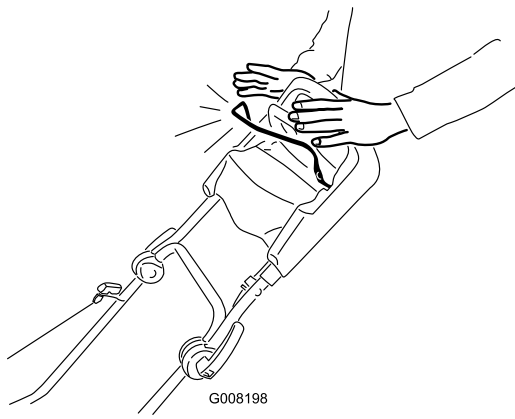

Figure 16
- Relâchez la barre de commande de la lame (Figure 16).